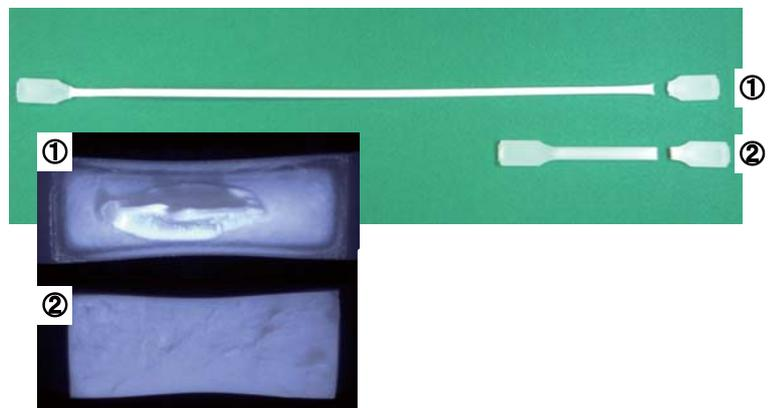

図2 引張試験後の試料概観と破断面
プラスチックはPPやPET等の樹脂中で一部が結晶化する結晶性プラスチックとPVCやPCのように結晶化しない（厳密には結晶の割合が少なくて実用上影響をあたえない）プラスチックにわかれます。結晶性樹脂の場合、冷却速度等の成形条件が違えば同じ樹脂でも結晶化する割合が変わってしまい、力学物性に大きな影響がでてしまいます。図1は全く同じ樹脂を用いて意図的に①結晶化しにくい条件と②結晶化しやすい条件で成形したPPを引張試験した結果です。図1内の小図には引張ひずみ20%までを拡大して表記しています。図2は試験後の試料の外観及び破断面です。①の試料は非常によく伸び、引張ひずみ約400%で破断しているのに対し、②はわずか11%ですぐに破断しています。一方で強度比較すると②は①よりも最大引張応力が大きくなっています。また破断面も①と②で大きく異なり、特徴のある破断面となっています。